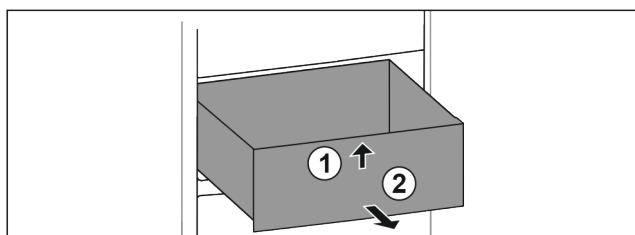

Fig. 188
- ▶ Ridicați sertarul în față. Fig. 188 (1)
- ▶ Extrageți sertarul spre înainte. Fig. 188 (2)